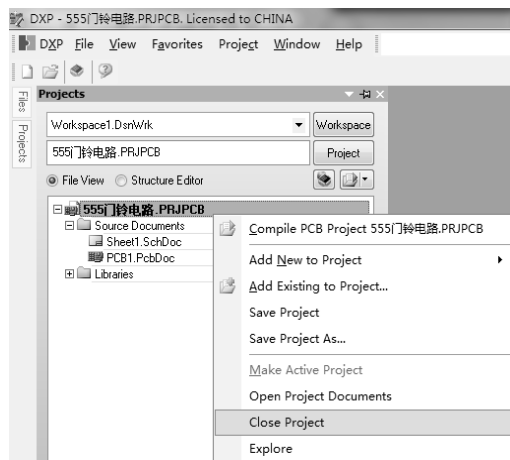

图 2-2-3 关闭 555 门铃电路工程项目文件
- (1) 启动 Protel 软件, 打开已建立的“555 门铃电路.PRJPCB”。
- (2) 右击 Projects 工作面板中“555 门铃电路.PRJPCB”文件, 在弹出的快捷菜单中单击“Close Project”命令, 即可关闭该工程项目文件, 如图 2-2-3 所示。